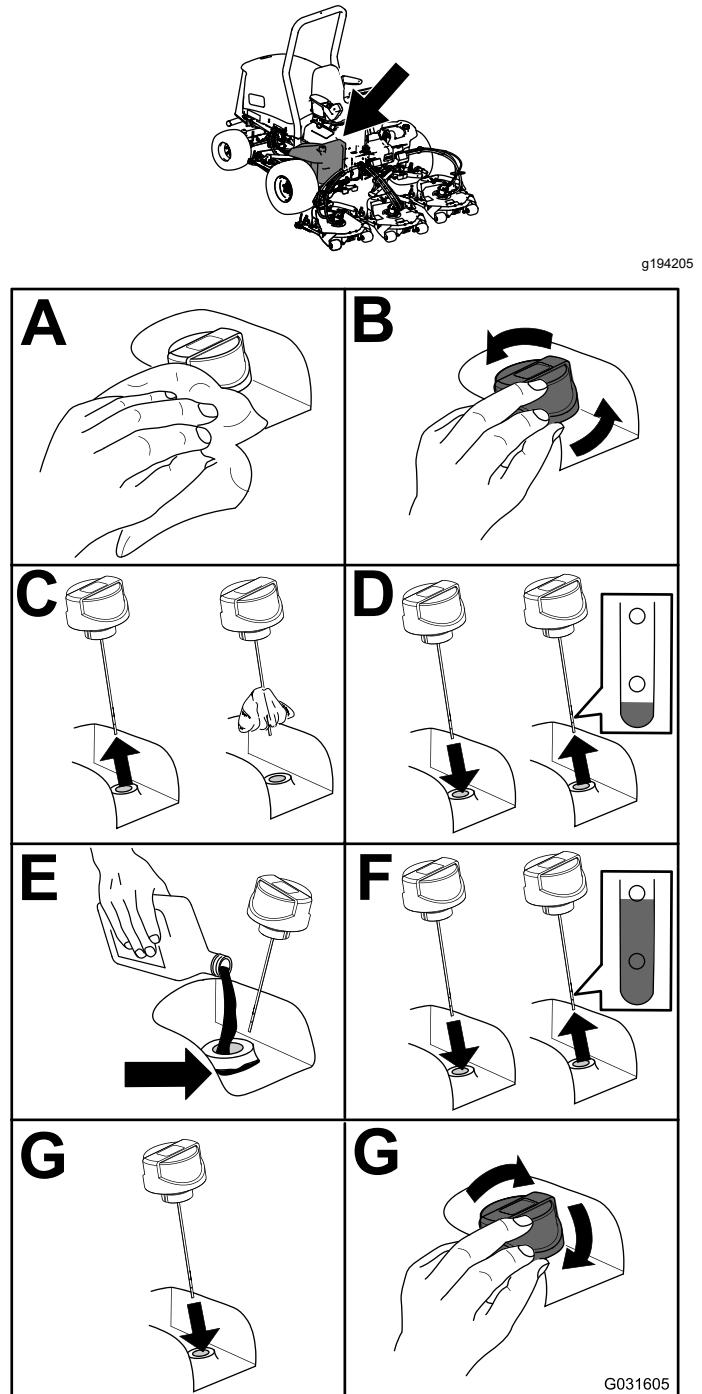

Figure 59
2. Contrôlez le niveau du liquide hydraulique (Figure 59).
5. Remplissez le réservoir de liquide hydraulique (Figure 59).